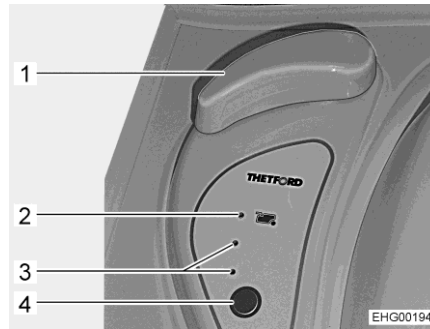

Fig. 168 Elementos de mando del inodoro
*Abrir la corredera:* ■ Girar el tirador giratorio (Fig. 168,1).
*Cerrar la corredera:* ■ Girar el tirador giratorio (Fig. 168,1) de retorno.
- Antes del lavado, abrir la corredera del inodoro Thetford. Para ello, girar el tirador giratorio (Fig. 168,1).
- Para lavar, pulsar el botón del inodoro azul (Fig. 168,4).
- Tras el lavado, cerrar la corredera. Para ello, girar el tirador giratorio (Fig. 168,1) de retorno.
Las luces de control (Fig. 168,3) indican el nivel de llenado del depósito de aguas fecales. Si está encendida la luz de control roja (Fig. 168,2), deberá vaciarse el depósito de aguas fecales.